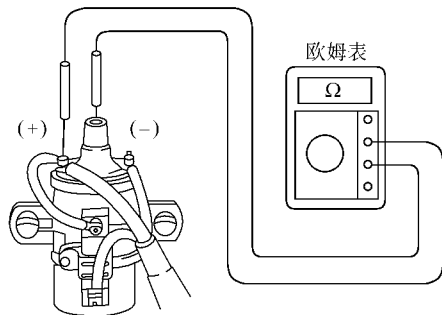

图 5-11 用欧姆表测量次级线圈的电阻
(3) 检查二次线圈的电阻。使用欧姆表测量正极 (+) 和高压端子之间的电阻, 如图 5-11 所示。